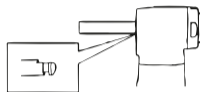

Figura 2
2.2 Montaje/desmontaje de la aguja (Figura 2)